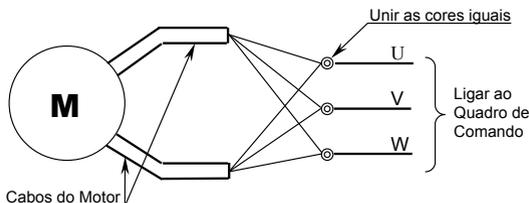
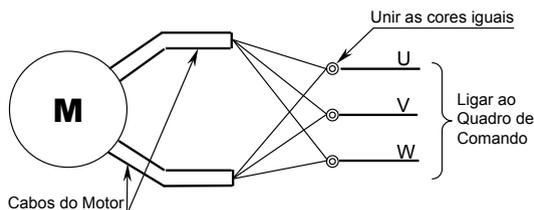
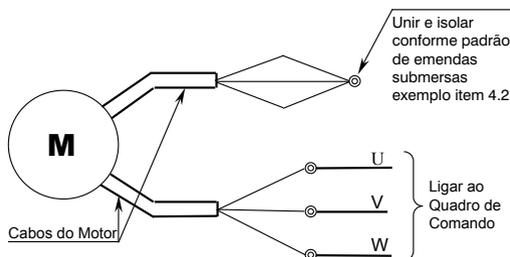

Figura 6.5.2 - Motor com dois cabos (Tensão Fixa)
Figura 6.5.3 - Motor com dupla Tensão - Ligação 220V
Figura 6.5.4 - Motor com dupla Tensão - Ligação 380V
não for de dupla tensão), unir simplesmente os cabos de mesma coloração e emendar os cabos do motor com os cabos da instalação, conforme figura 6.5.2.
6.5.3 Ligações de motores de dupla tensão, 220/380 V: para ligação 220 V proceder conforme a figura 6.5.3 (unir os cabos da mesma coloração). Para ligação 380 V, deve-se unir um dos lados do cabo do motor e então fazer a isolamento, o outro cabo deve ser conectado conforme a figura 6.5.4. **Este procedimento não se aplica para os motores M10 e M12, que sempre são fornecidos em tensão única, devendo ser seguida a orientação conforme figura 6.5.2**